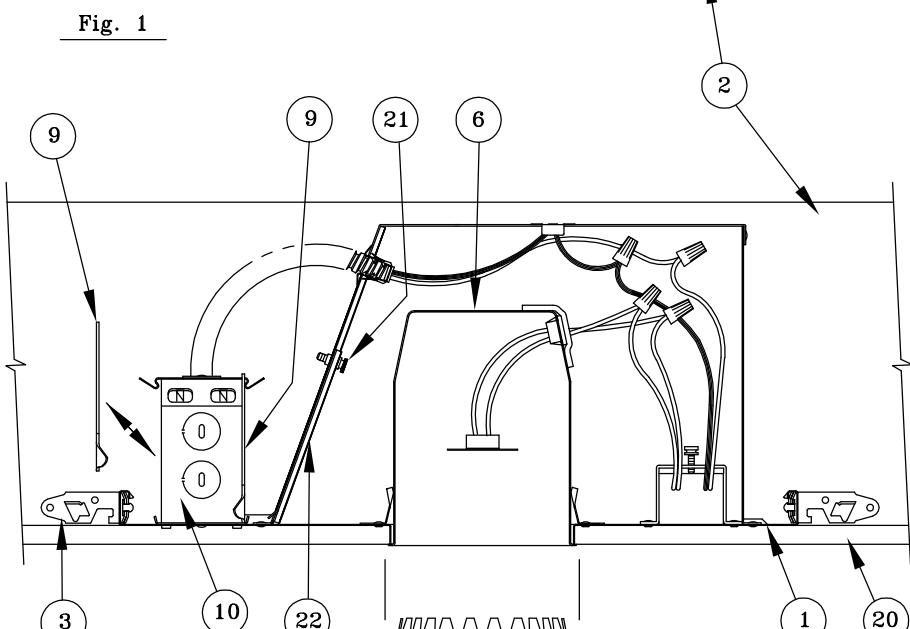

Fig. 2
- 7.- For air-tight applications or to meet Washington State Energy Code Requirements fill the space between the housing (6) and the drywall ceiling (20) with silicone caulking, tape, or any other means acceptable to the local code official. Progress Lighting Gasket Kit P8588-01 (purchased separately) can be used for this purpose. (See Fig. 2)
- 7.- Para instalaciones herméticas o para cumplir con las exigencias del Código de Energía del Estado de Washington, llenar el espacio entre la cubierta (6) y el cielorraso (20) de muro de mampostería sin mortero con una masilla de silicona, cinta, o otro medio conforme al código local oficial. Se puede usar el Kit de Junta Progress Lighting P8588-01 (comprar por separado). (Vea Fig. 2).
- 7.- Pour les applications hermetiques ou pour satisfaire aux exigences du Code de l'énergie de l'état de Washington, combler l'espace entre le logement (6) et le plafond (20) en mur de pierres sèches avec un mastic de silicium, ruban, ou autre moyen qui conforme au code local officiel. On peut utiliser le Nécessaire de Joint Progress Lighting P8588-01 (acheter séparément). (Voir Fig. 2).